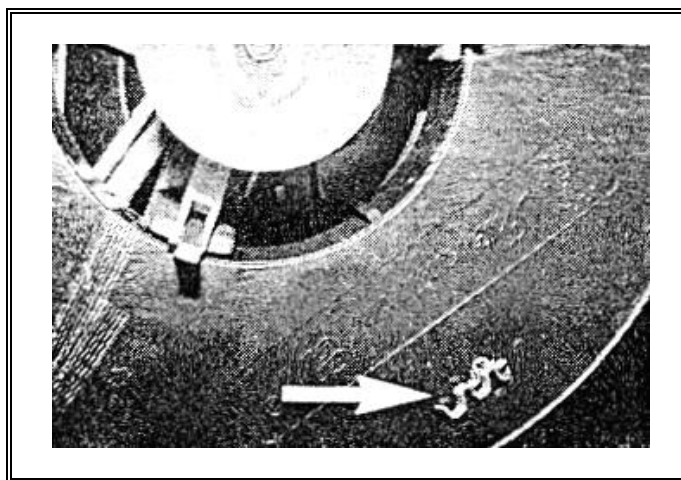

Рис. 8–6 Крепление полосы клипс на бобине
Для замены на другой шаг клипс демонтировать следующие части, рис. 8–7А:
- болт находится в верхней части машины-клипсатора, в штифте вращения рычага перемещения, см. рис. 8–7В+С;
- торцевым ключом на 4 мм раскрутить блокировочный винт 1, рис. 8–7А, и вставить болт 2 в другое отверстие (выполнить такое действие, не снимая рычаг перемещения).